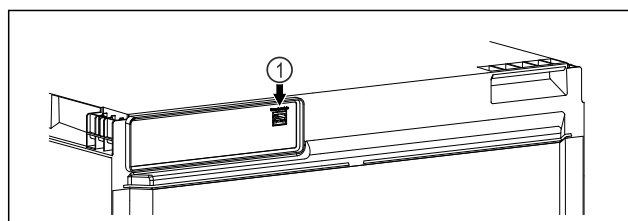

Fig. 28
- ❑ SmartModule Fig. 28 (1) ist eingesetzt.